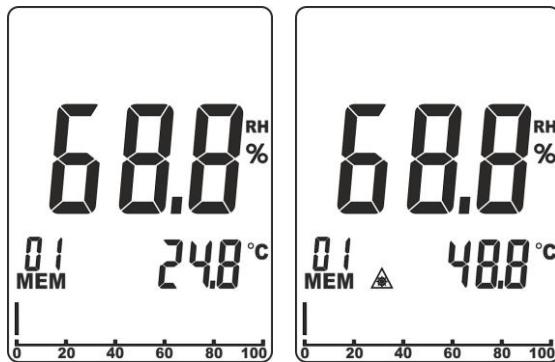

Fig. 10: Medida temperatura por infrarrojos (IRT)
3. La temperatura del aire se muestra en el visualizador secundario (ver la Fig. 10 – parte izquierda)
4. Pulse la tecla **IRT/△** para activar la medida IRT. El puntero láser se activa por un instante y el símbolo “**△**” se muestra en el visualizador hasta el término de la medida. El valor de la temperatura IRT se muestra en el visualizador secundario durante aproximadamente 15s (ver la Fig. 10 – parte derecha) y posteriormente el instrumento vuelve automáticamente a la medida de la temperatura del aire